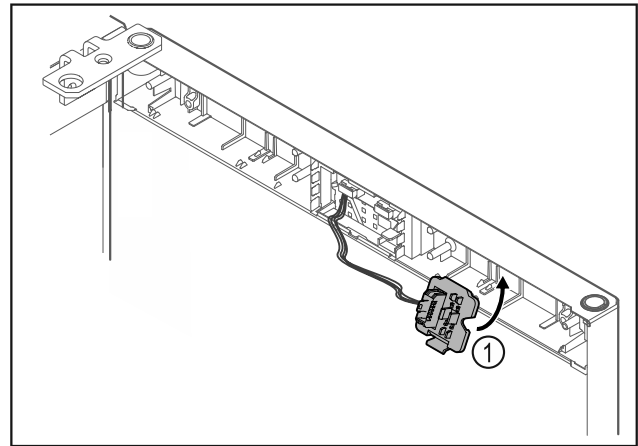

Fig. 17
- Tryck fast kontakthållaren Fig. 17 (1) på den motsatta sidan.